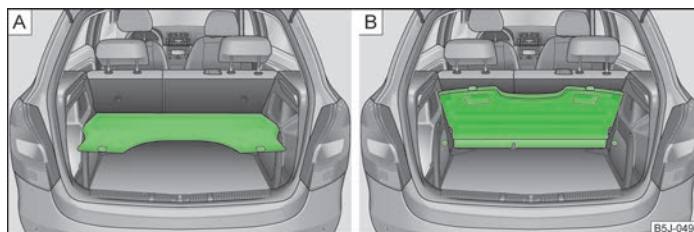

Fig. 48 Cubierta del maletero: en la posición inferior/montada detrás de los asientos traseros
- en la posición inferior sobre los elementos de apoyo » fig. 48 - » ;
- detrás de los asientos posteriores » fig. 48 - .
En esta posición » fig. 48 - A la cubierta del maletero está prevista para guardar pequeños objetos de hasta 2,5 kg de peso.